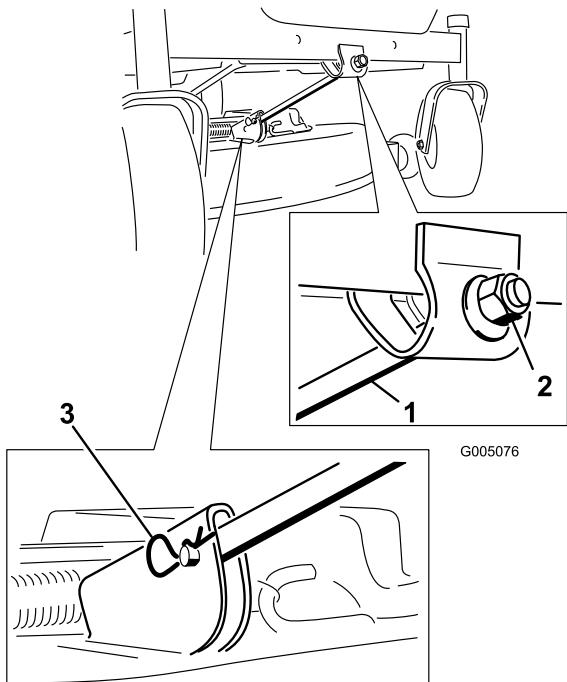

Figure 45
- Enlevez la goupille fendue et les axes de chapes de la tige de support avant (Figure 45). Abaissez doucement l'avant du plateau de coupe au sol.
6. Fixez la tige de support avant au plateau de coupe à l'aide de l'axe de chape et de la goupille fendue (Figure 45).